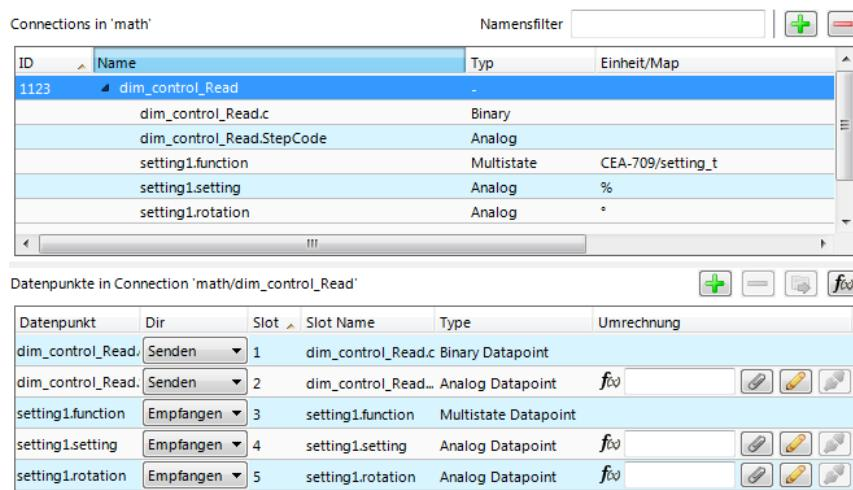

Abbildung 22: Multi-Slot Connection für einen Mathematik-Block-Adapter.
2. Dann fügen Sie Ausgänge als Slots zur Multi-Slot Connection hinzu, z.B. durch Anfügen eines strukturierten Ausgangsdatenpunktes. Ein Beispiel dazu ist in Abbildung 22 gezeigt.